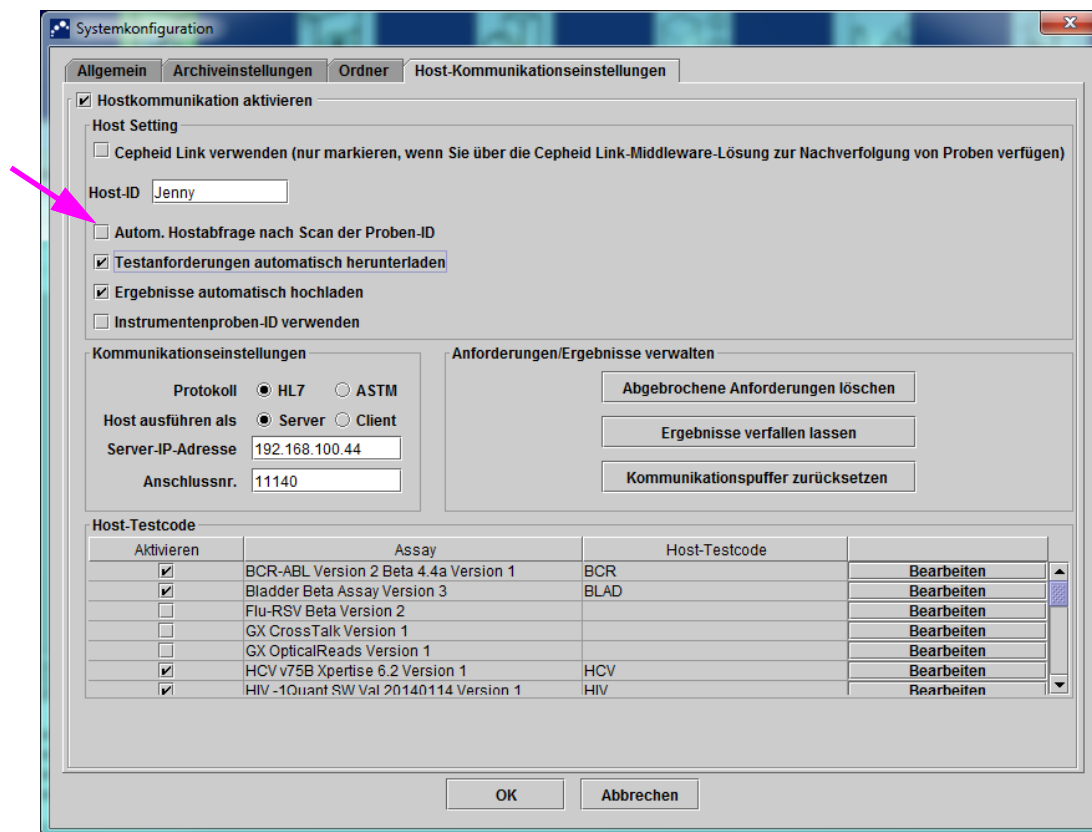

Abbildung 5-95. „Host-Abfrage“ auswählen
1. Klicken Sie auf der Registerkarte **Host-Kommunikationseinstellungen** des Dialogfelds „Systemkonfiguration“ auf das Kontrollkästchen **Autom. Hostabfrage nach Scan der Proben-ID**, um diese Funktion auszuwählen und zu aktivieren. Siehe Abbildung 5-95.